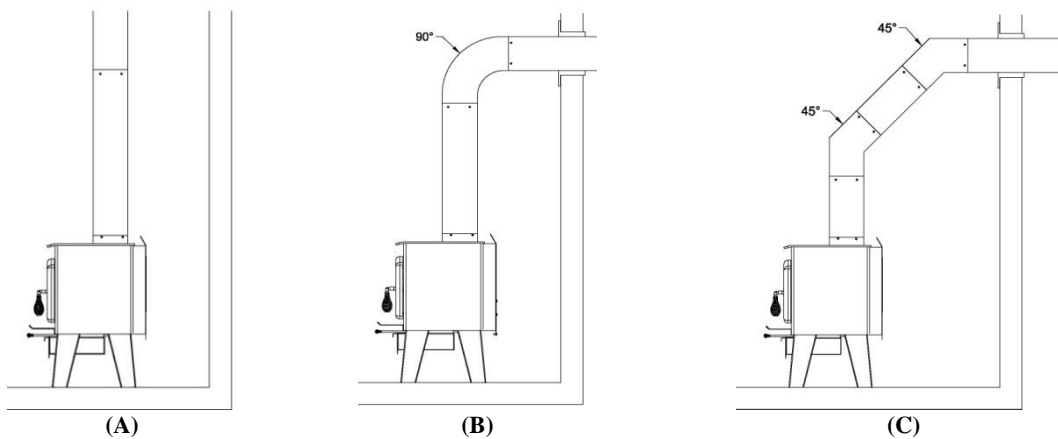

FIGURE 3.4 L'utilisation de coudes
- Le raccordement doit être le plus court et le plus direct possible entre le poêle et la cheminée (voir la figure 3.4 (A)). L'utilisation de deux coudes de 45 degrés (voir la figure 3.4 (C)) est souvent préférable à un seul coude de 90 degrés (voir la figure 3.4 (B)), car moins de turbulences sont créées dans le flux d'échappement et il en résulte une course horizontale moins longue.